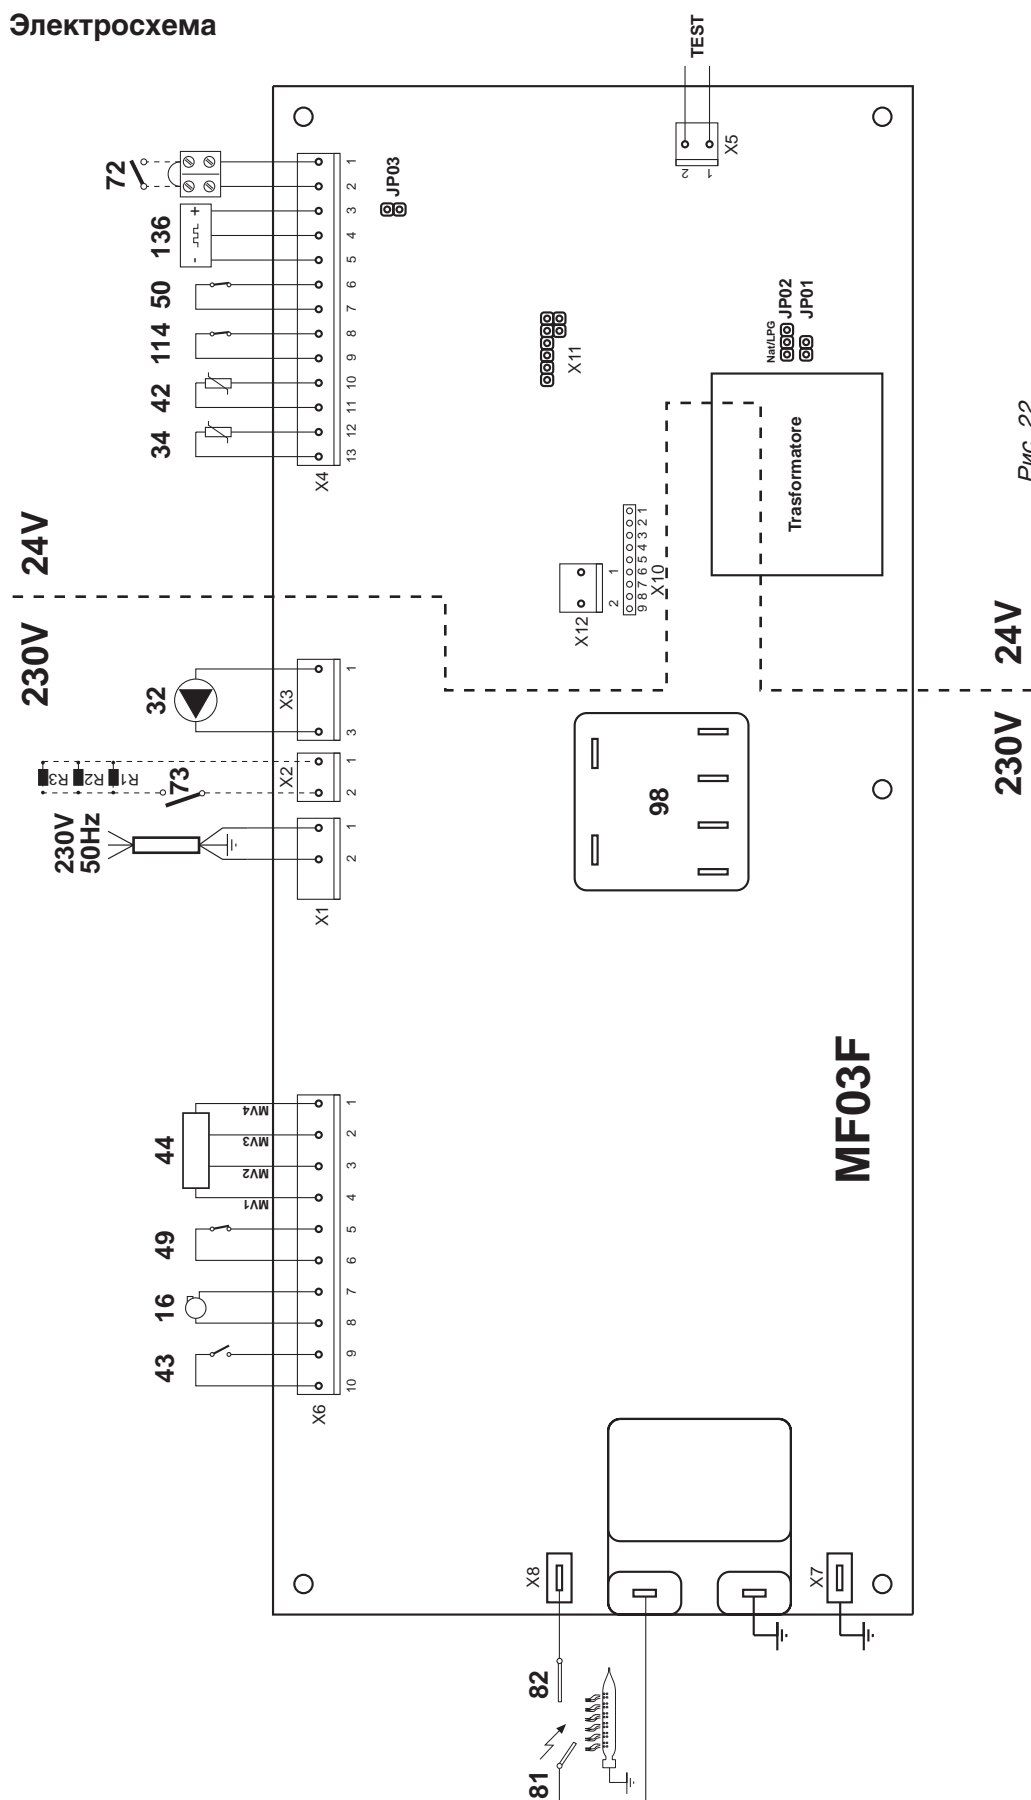

Рис. 22
3.16 Установка термостата помещения (72) (рис. 22)
Подключить термостат помещения (72) как показано на рис. 22.